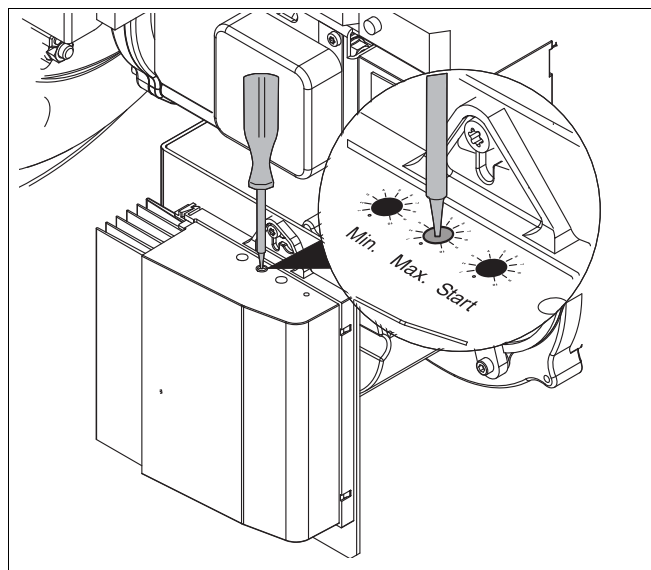

Рис. 17 Настройка потенциометра "Max."
- Поверните отверткой потенциометр "Max." (рис. 17) и установите нужное значение (см. таб. 6).